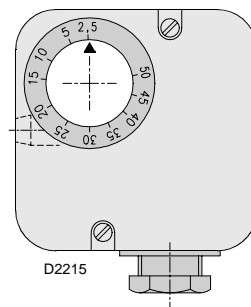

Fig. 21
- 调节燃烧器风道室上的风压开关 (图 21) 至量程的起始位置。